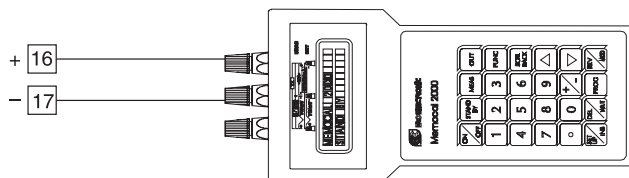

Рис. 13
- а) Подключите тестируемый инструмент к калибратору, как показано на Рис. 13.